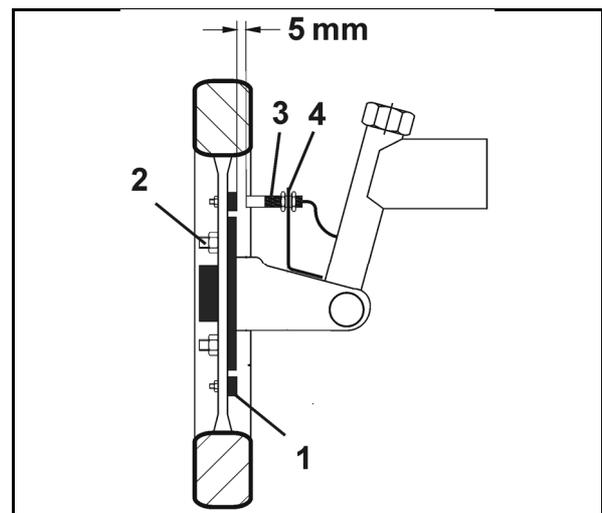

Fig. 9
1. Verteilen Sie die Magnete (Fig. 9/1) gleichmäßig auf einem Lochkreis in der Radmuschel vom Trakturvorderrad.
2. Montieren Sie Magnete (Fig. 9/1) mit Schrauben (Fig. 9/2) aus nichtmagnetischem Material (Messing-Schrauben oder V4A-Schrauben).
4. Montieren Sie den Sensor (Fig. 9/3) mit Universalhalter (Fig. 9/4) an Achsschenkel vom Trakturvorderrad – in Fahrtrichtung gesehen hinter der Achse.